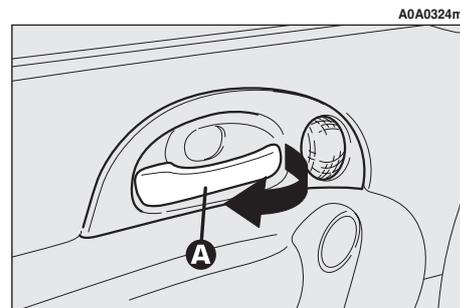

fig. 13
- Per aprire la porta tirare la leva (A-fig. 13).